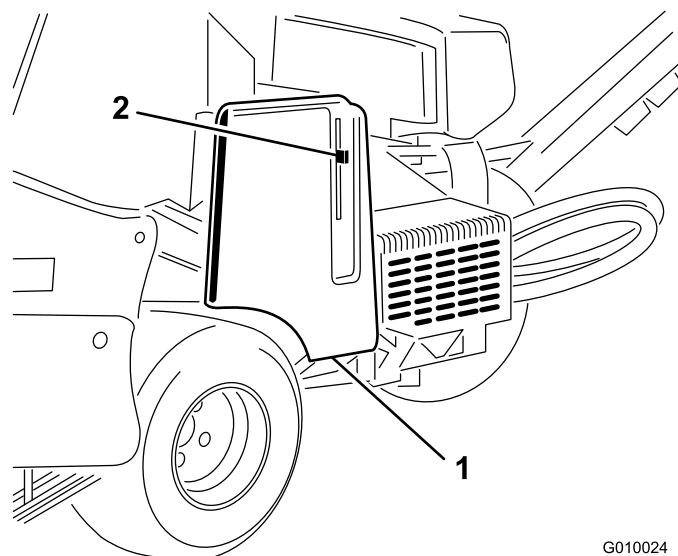
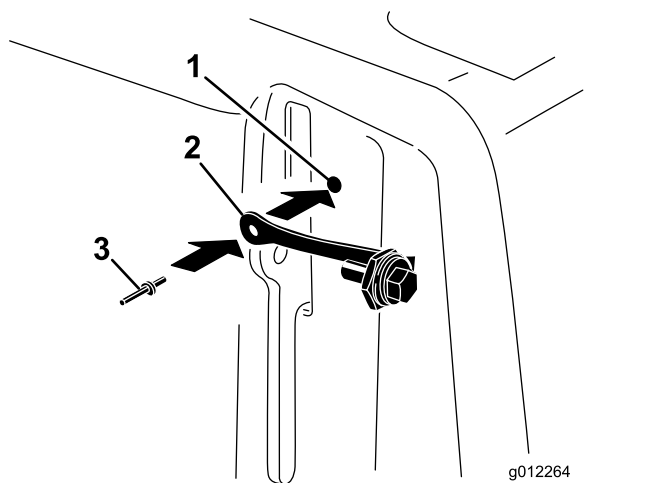

Figure 16
Figure 17
1. Localisez le trou dans le protège-courroies, à côté de la fente du levier de verrouillage (Figure 16 et Figure 17).
- Fixez la sangle de sécurité dans le trou du protège-courroies au moyen d'un rivet aveugle (Figure 17).